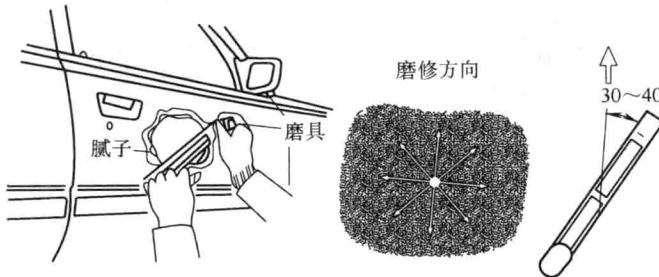

图 1-12 填料磨修及运动方向
**提示：**蜡型腻面可用修刮器或磨具进行初步修整，要趁其半干并仍有一定柔韧性时进行。如图 1-12 所示，磨修应顺多方向进行，上下、左右、斜向等。